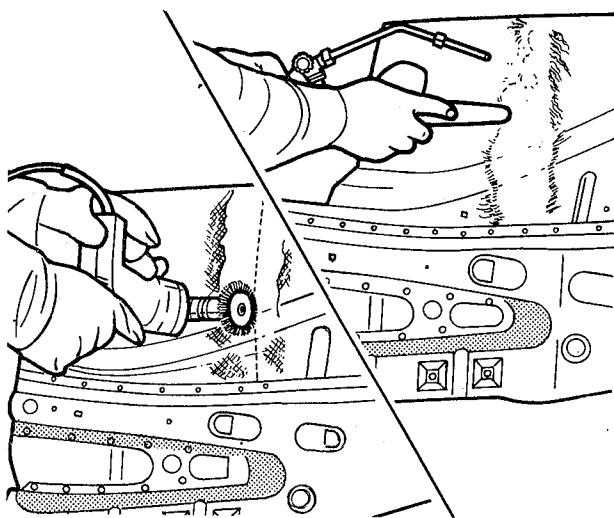

fig. 88
5. Lixar as áreas soldadas e aplicar solda de enchimento — estanho — na emenda (fig. 88)